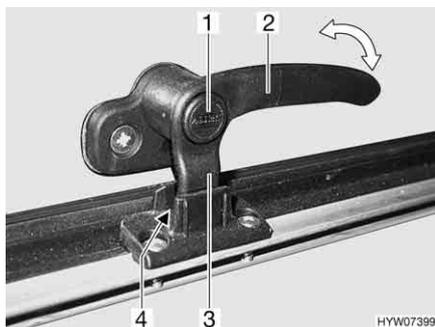
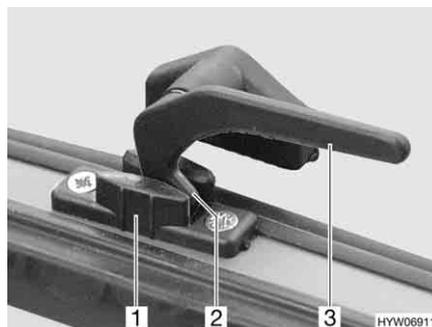

Fig. 89 Leva di serraggio con bottone di sicurezza in posizione "Aerazione continua"
Fig. 90 Leva di serraggio in posizione "Aerazione continua"
- In posizione di "Aerazione continua" (Fig. 89 e Fig. 90)
- Se presente, premere e tenere premuto il bottone di sicurezza (Fig. 89,1).
- Ruotare tutte le leve di serraggio (Fig. 89,2 o Fig. 90,3) di un quarto di giro verso il centro dell'oblò.
- Girare nuovamente all'indietro tutte le leve di serraggio. Contemporaneamente riportare il nasello di chiusura (Fig. 89,3 o Fig. 90,2) nella rientranza del bloccaggio dell'oblò (Fig. 89,4 o Fig. 90,1).